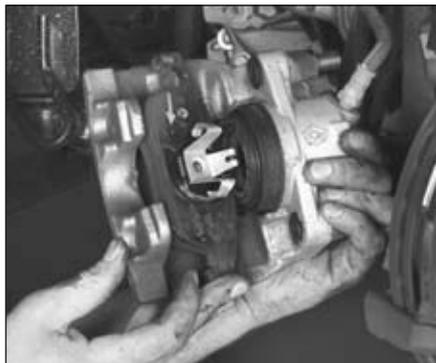

FIG.4
- Dégrafer et déposer la plaquette intérieure de l'étrier (Fig.4).